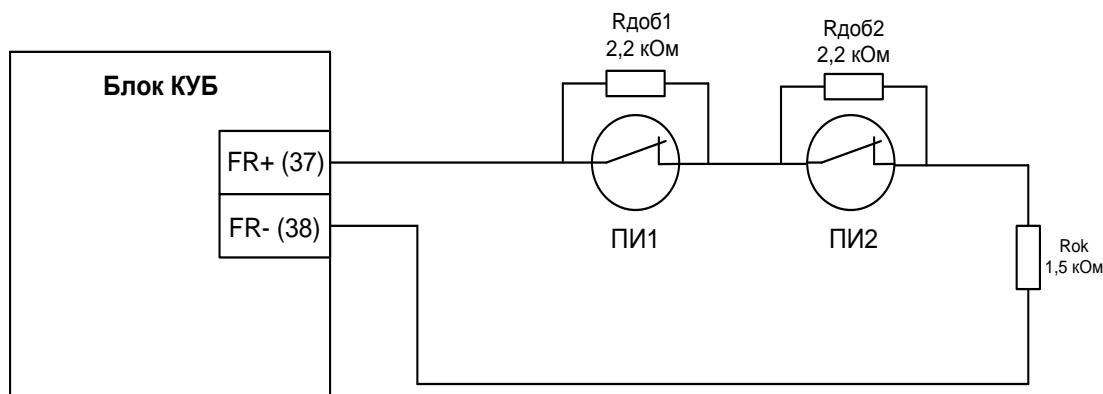

Рисунок 7 – подключение ПИ по четырехпроводной схеме
2. **Четырехпроводная схема.** На рис. 7 показано подключение ПИ к КУБ POWER по четырехпроводной схеме. В этом случае питание ПИ осуществляется по отдельным проводам. Выход ПИ представляет собой «сухой контакт». Резисторы $R_{доб1}$ и $R_{доб2}$ от типа ПИ не зависят.